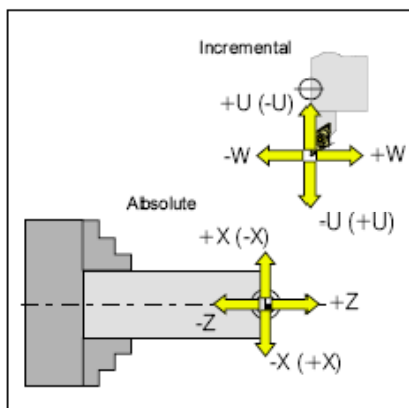

Рис. 7. Система координат для программирования в абсолютных значениях и в значениях с приращением.
**Система координат для программирования в абсолютных значениях.** Точка отсчета системы координат находится в нуле станка «М» или в нуле детали «W», в соответствии с запрограммированным смещением нуля (рис.7). Все целевые точки описываются относительно точки отсчета системы координат, путем указания относительных расстояний X и Z. Расстояния X указываются как диаметр (как указано на чертеже).
Координата U отсчитывается по ходу поперечной направляющей, координата W – по ходу продольной направляющей. Положительное и отрицательное направления аналогичны направлениям при программировании в абсолютных значениях (рис.7).